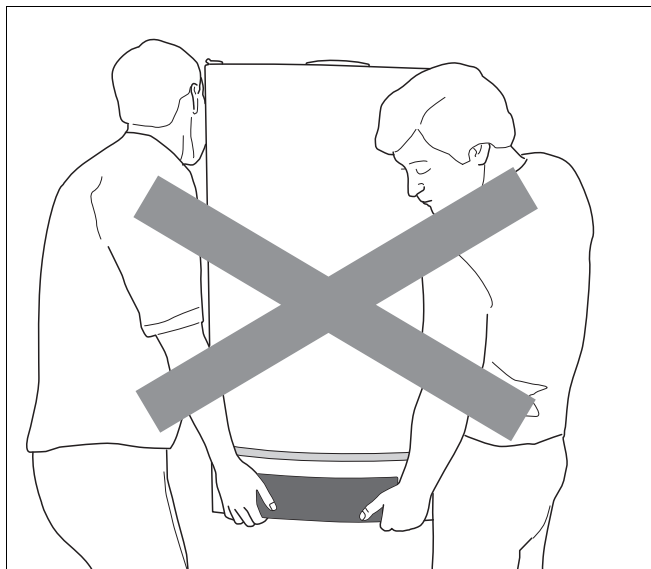

Fig. 3 Forkert løft og transport af kedlen
- Løft og bær ikke kedlen ved at holde i betjeningsfeltets klap (fig. 3).
- Løft og bær ikke kedlen ved at holde i betjeningsfeltets klap (fig. 3, side 10).